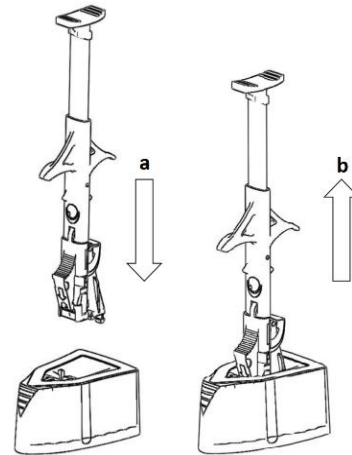

Fig. 1
3. Alinhe as setas na rolha vermelha do injector e o recipiente aberto da LIO molhada para um posicionamento correcto. Insira o injector com um movimento firme para baixo, como demonstrado na Fig. 1/a at  fazer "click".
4. Retire o injector como demonstrado na Fig. 1/b e verifique que a o suporte da lente est  carregado no injector.